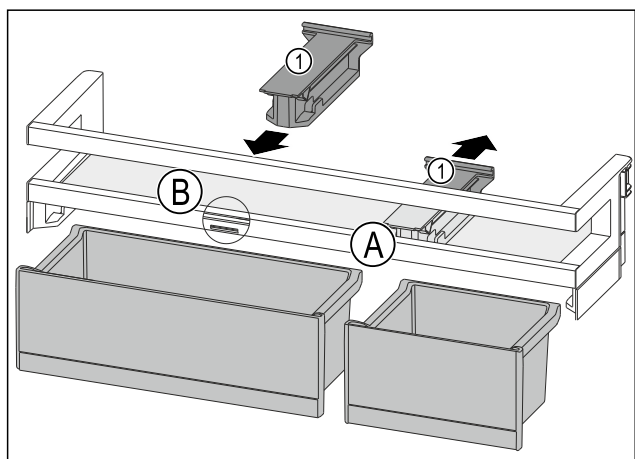

Fig. 128
- ▶ Halteteil Fig. 128 (1) in Position Fig. 128 (A) nach hinten abziehen.
- ▶ Halteteil Fig. 128 (1) in Position Fig. 128 (B) einsetzen.